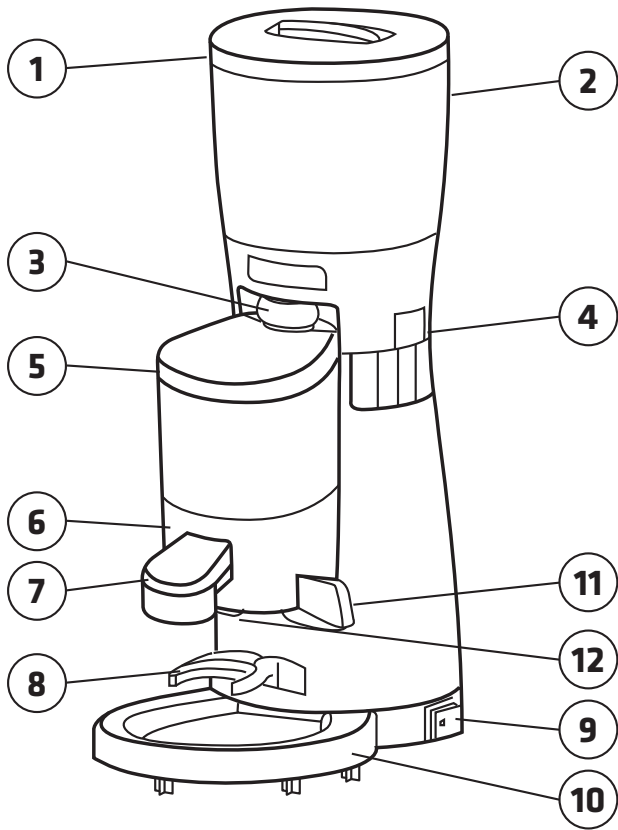

Fig. 1a
- **KRYO 65/ST KRYO 65/AT:** Grind a small quantity of coffee. Position the filter holder on the filter holder fork (Fig. 1-8), then pull the dosing lever (Fig. 1a-11) to dispense a dose of ground coffee;
- Turn the knob below the doser (Fig. 1a-12) counter-clockwise to increase the dose or clockwise to decrease the dose.
- Pull 6 times the lever (Fig. 1a-11) and check the dose each time. Take care that the dosing star is completely covered with ground coffee
- **KRYO 65/ST KRYO 65/AT:** Eine kleine Portion Kaffee mahlen: Siebträger in die Aufnahmegabel (Fig. 1-8) einsetzen und Dosierhebel (Fig. 1a-11) betätigen, um die gemahlene Portion Kaffee zu entnehmen.
- Um die Menge zu erhöhen, den Knopf (Fig. 1a-12) unter dem Dosierer gegen den Uhrzeigersinn drehen.
- Den Dosierhebel (Fig. 1a-11) 6 mal betätigen und jedes Mal die Portion prüfen. Es ist darauf achten, dass dabei der Dosierstern komplett mit Kaffeepulver bedeckt ist.